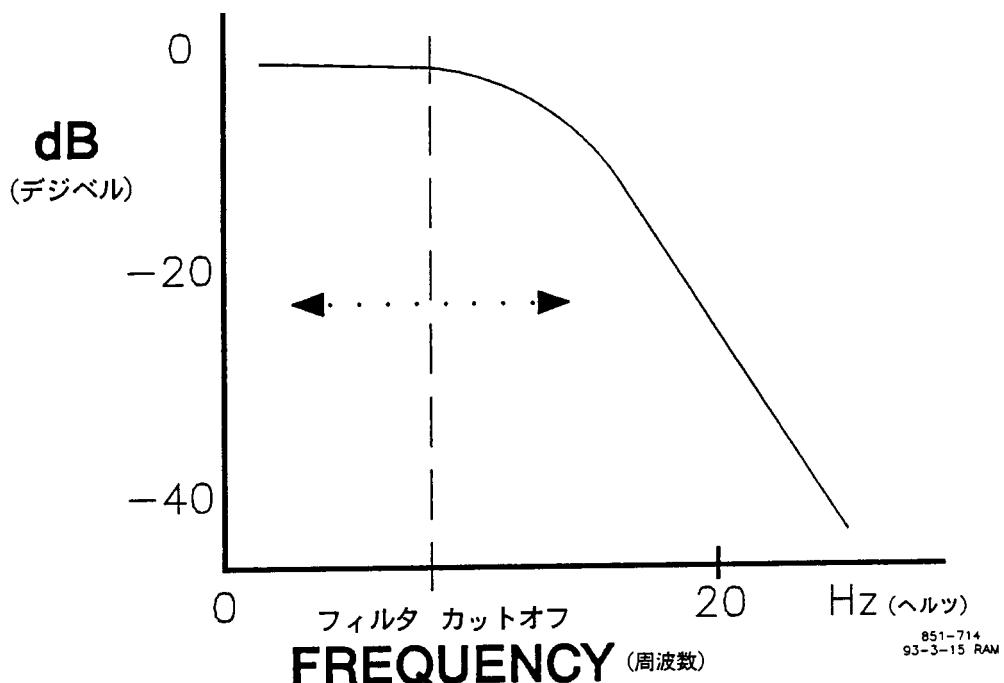

図4-5. スピード・フィルタ
8. Speed Filter (スピード・フィルタ) は速度検出入力に使用されているロー・パス・フィルタのカットオフ周波数を調整します(図4-5参照)。フィルターはエンジンの爆発周期を安定させるために使用されます。所定のフィルタ・カットオフ・ポイントを算出するために、次のような等式があります。